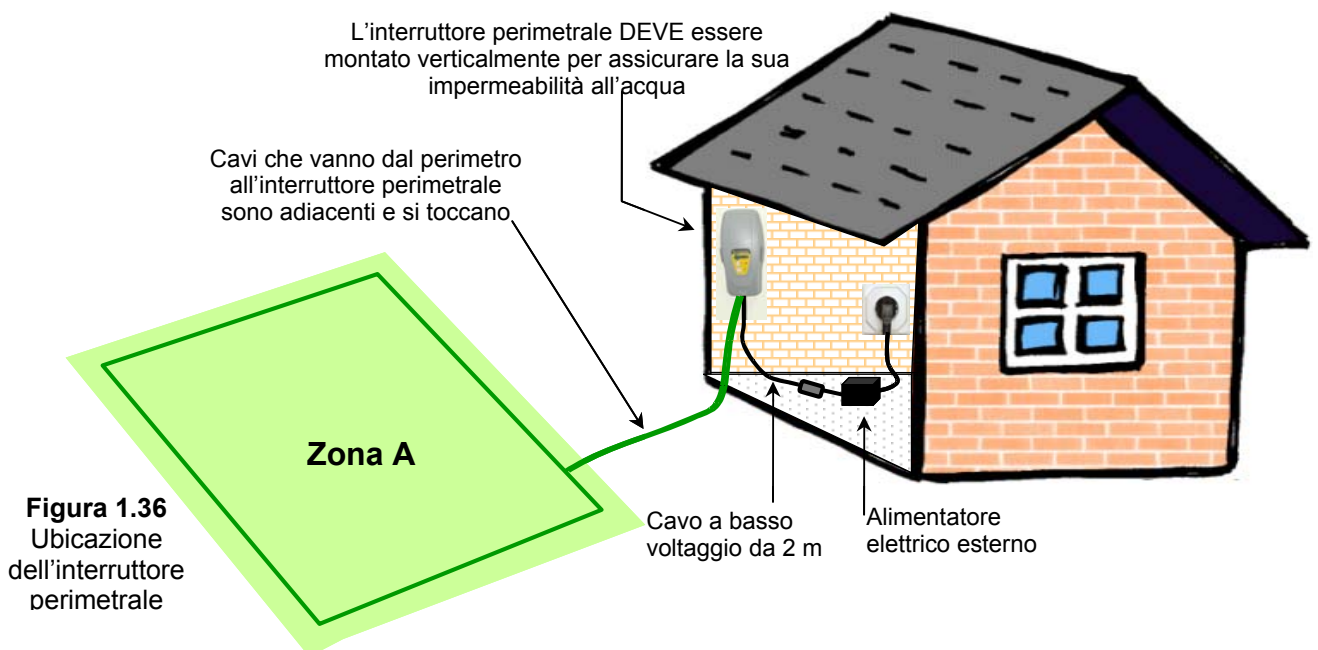

Figura 1.36
- L'interruttore perimetrale è dotato di un alimentatore interno (figura 1.36).
- Tirare le due estremità libere del cavo fino a tenderle e fissarle al terreno con i pioli (Figura 1.36), adiacenti una all'altra, spostandosi dal perimetro verso l'ubicazione dell'interruttore perimetrale (usate gli stessi pioli per fissare i due cavi dal prato fino alla postazione dell'interruttore perimetrale).